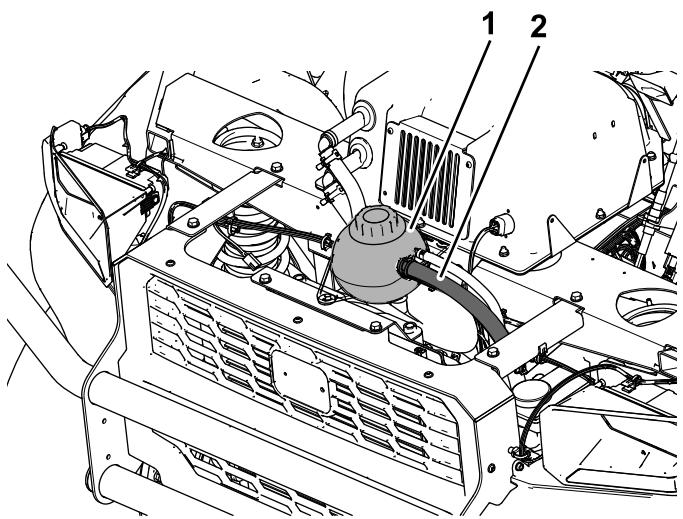

Рисунок 20
1. Отсоедините имеющийся шланг охлаждающей жидкости от боковой стороны расширительного бачка (Рисунок 20) и укоротите шланг на 23 см.